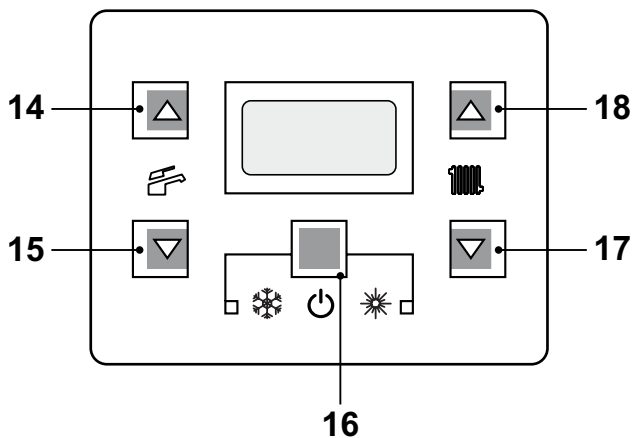
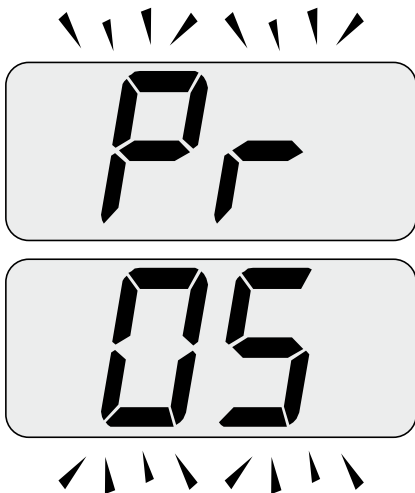
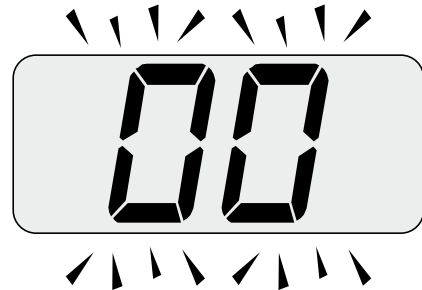

Figura 8.3
Figura 8.5
Figura 8.6
- Entrare in "modalità programmazione" premendo contemporaneamente per 10 secondi i tasti 16 - 17 - 18 (Figura 8.3) fino a far apparire sul display LCD le lettere Pr
• Scorrere i vari parametri utilizzando i tasti 17 o 18 fino a far apparire sul display LCD le lettere **Pr** che si alternano con il codice **05**, indicanti l'entrata nel "parametro 05"(Figura 8.5 ).
• Premere contemporaneamente i tasti 16 e 18 (Figura 8.3 ) fino a far apparire sul display LCD il valore del parametro 05 (00=G20) (Figura 8.6 ).
- Premendo il tasto 16 (Figura 8.3 ) si ottiene la conferma del valore inserito.
- Premendo contemporaneamente i tasti 16 e 17 (Figura 8.3 ) si esce senza modificare il valore (ritorno alla lista parametri Figura 8.5 )
- Premendo contemporaneamente per 10 secondi i tasti 16 - 17 - 18 (Figura 8.3 ) si esce dalla "modalità programmazione".